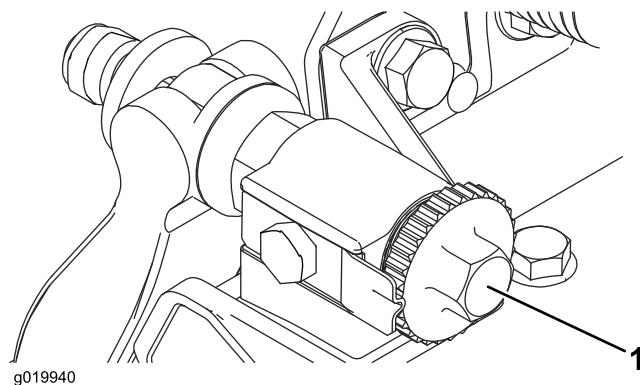

Рисунок 8
1. Установите режущий блок на ровной горизонтальной поверхности. Поверните регулировочные винты неподвижного ножа против часовой стрелки, чтобы неподвижный нож не касался барабана (Рисунок 8).